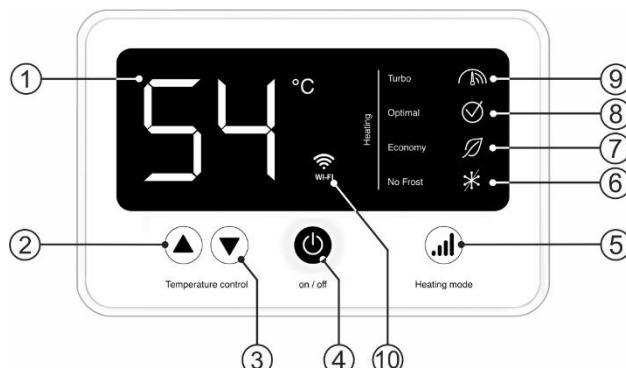

Рисунок 2. Электронная панель управления
Рисунок 2: 1 – LCD дисплей, 2 – кнопка «▲» Temperature control / увеличение температуры нагрева, 3 – кнопка «▼» Temperature control / уменьшение температуры нагрева, 4 – кнопка «on/off» / вкл./выкл., 5 – кнопка «Heating mode» / установка мощности нагрева, 6 – индикация режима «No Frost», 7 – индикация «Economy» / Минимальная мощность, 8 – индикация «Optimal» / стандартная мощность, 9 – индикация «Turbo» / максимальная мощность, 10 – функция «Wi-Fi».
Включение/выключение ЭВН осуществляется центральной кнопкой на панели управления «on/off» (Рис. 2, п.4), при этом на дисплее показывается заданная температура нагрева. Через 2,5 секунды после этого на дисплей выводится текущая температура воды в ЭВН. Выбор мощности нагрева осуществляется кнопкой «Heating mode» (Рис. 2, п.5), на панели управления. Режим 2 кВт сопровождается индикацией контрольной лампы «Turbo» (Рис. 2, п.9), 1,3 кВт - индикацией контрольной лампы «Optimal» (Рис. 2, п.8), а 0,7 кВт - индикацией контрольной лампы «Economy» (Рис. 2, п.7). Включение режима антизамерзания сопровождается индикацией контрольной лампы «NO Frost» (Рис. 2, п.6).
В процессе эксплуатации ЭВН потребитель может регулировать температуру нагрева при помощи двух клавиш «▲» «▼» Temperature control (Рис. 2, п.2 и п.3).
2. Одновременно нажмите и удерживайте кнопки 2 и 3 на панели водонагревателя (рис. 2). Появится индикация Wi-Fi (п.10, рис. 2).